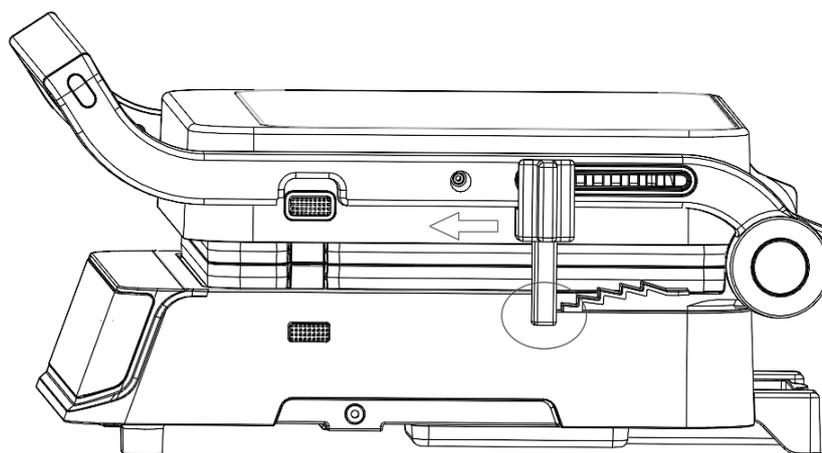

Рис. 3
2. Режим разблокировки. Переместите распорку-замок вперед, чтобы отсоединить ее от плавающей ступеньки (см. круг на рис. 3). В это время верхняя крышка и основание разблокированы, и верхнюю крышку можно открыть по вашему желанию.